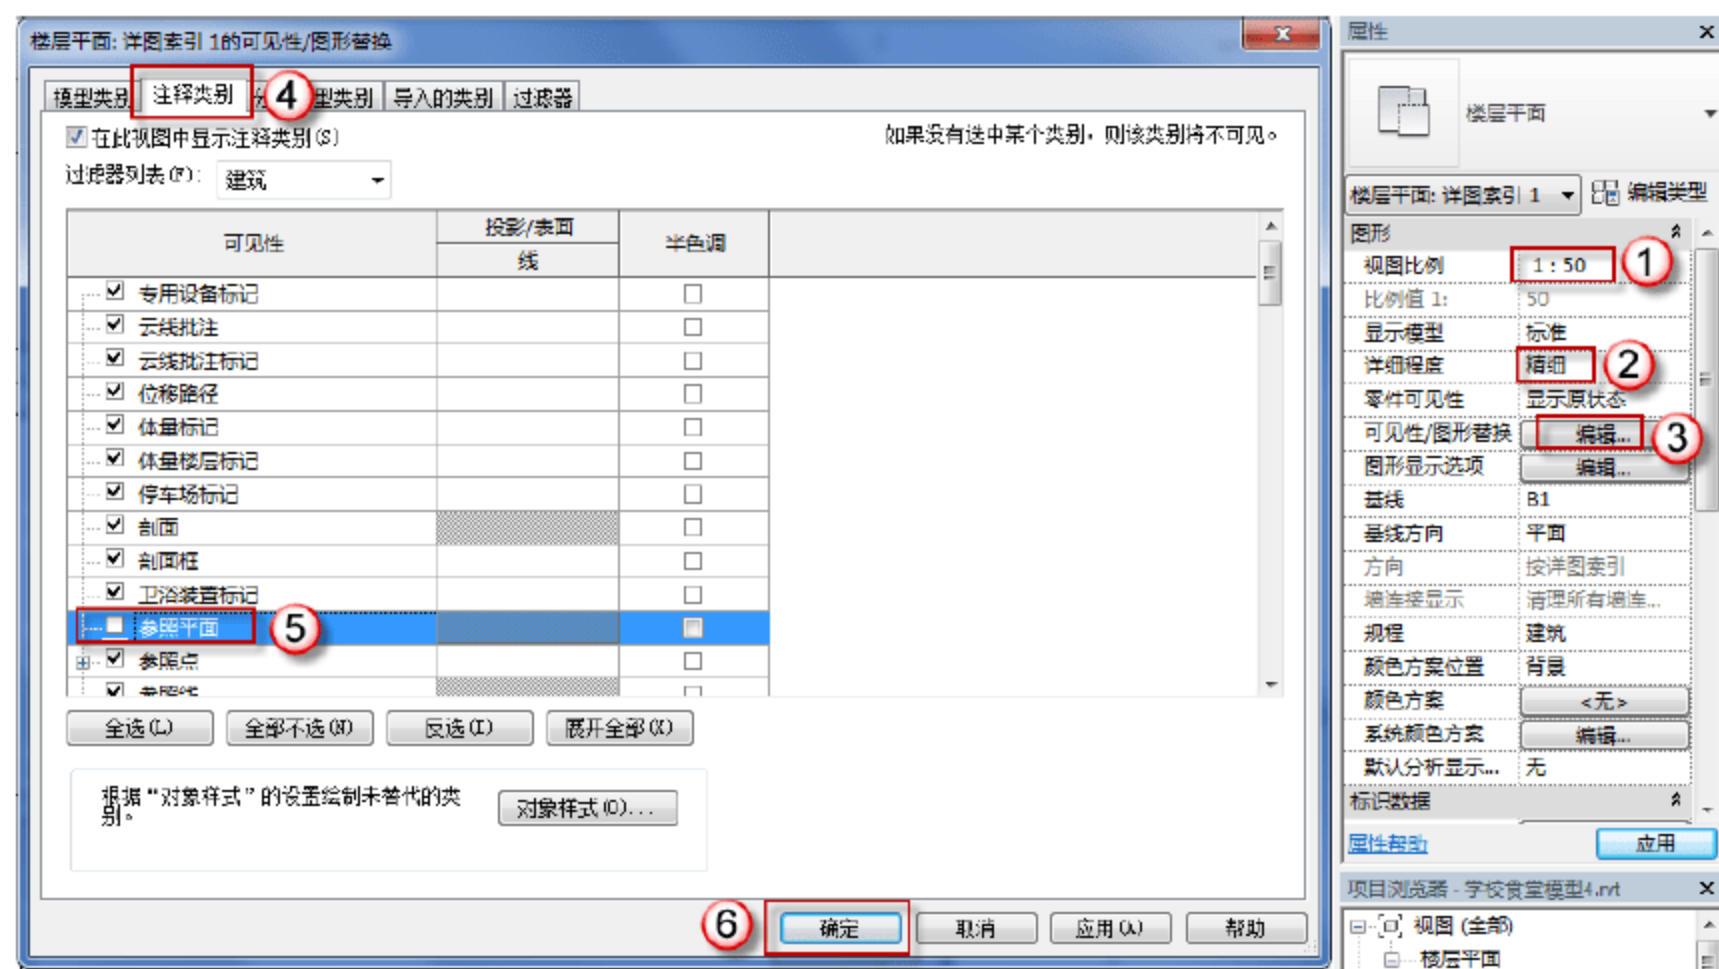

图 13.1.29 调整详图的设置
(3) 调整详图的设置。按两下快捷键 V，在弹出的“楼层平面：详图索引 1 的可见性/图形替换”对话框中，选择“注释类别”选项卡，取消“参照平面”复选框的选择，单击“确定”按钮，如图 13.1.29 所示。